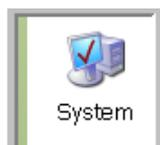

ABB. 194
2. Doppelklicken Sie auf das System-Symbol (ABB. 194).